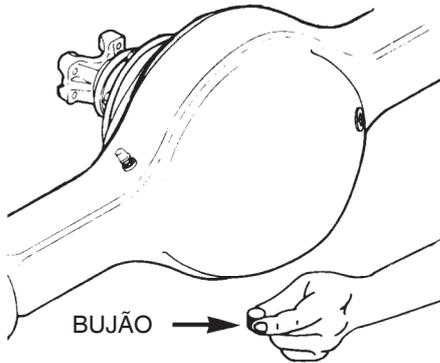

Figura 01
- Remova o bujão de drenagem, localizado na face inferior do bojo da carcaça e escoe todo o óleo existente (figura 01).